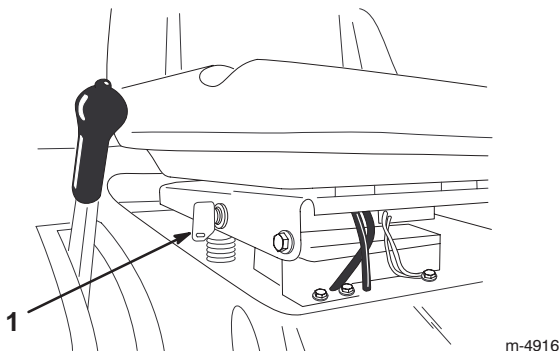

Figure 12
S'il est nécessaire d'utiliser la commande des lames (PdF) en marche arrière, désactivez le dispositif de sécurité à l'aide du commutateur KeyChoice situé près du support du siège (Fig. 12).
2. Introduisez la clé dans le commutateur KeyChoice (Fig. 12).